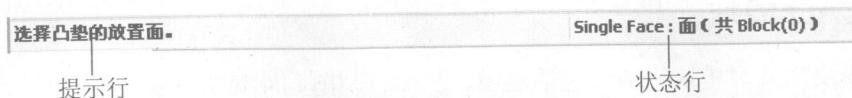

图 1.7 状态栏
(4) 状态栏：包括提示行和状态行。提示行用于显示当前操作的相关信息。系统提示操作具体步骤，让用户来选择。状态行用于显示操作的执行情况。在操作执行过程中，状态行会提示执行结果，如图 1.7 所示。